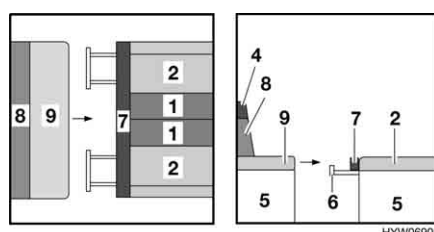

Fig. 97 Durante la trasformazione
- Estrarre la prolunga del cassone letto (Fig. 97,6) da entrambi i cassoni della dinette centrale fino all'arresto.
- Sollevare leggermente il divano (Fig. 97,9) ed estrarlo fino all'arresto.
- Sfilare il cuscino aggiuntivo (Fig. 97,4) dal cuscino dello schienale (Fig. 97,8). Il cuscino aggiuntivo è fissato a quello dello schienale tramite un nastro in velcro e può essere staccato con facilità.